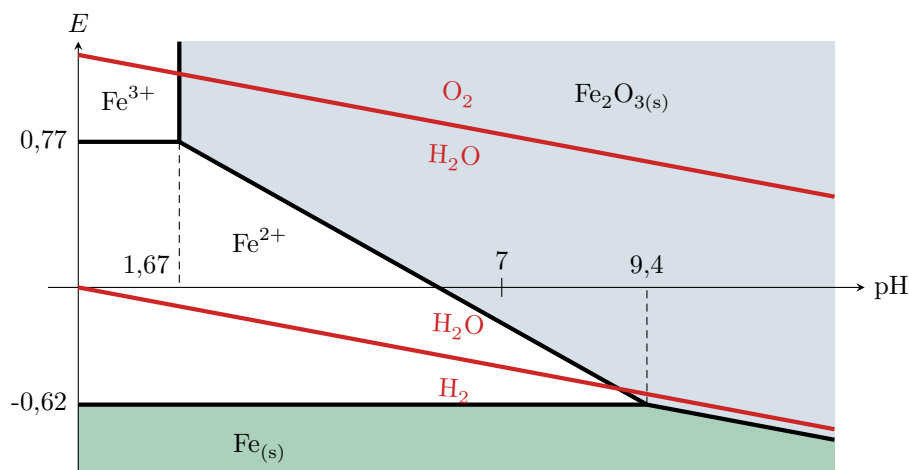

Figure 2 – Diagramme de corrosion du fer.
• Exemple d'un métal très corrodable : le fer (figure 2)